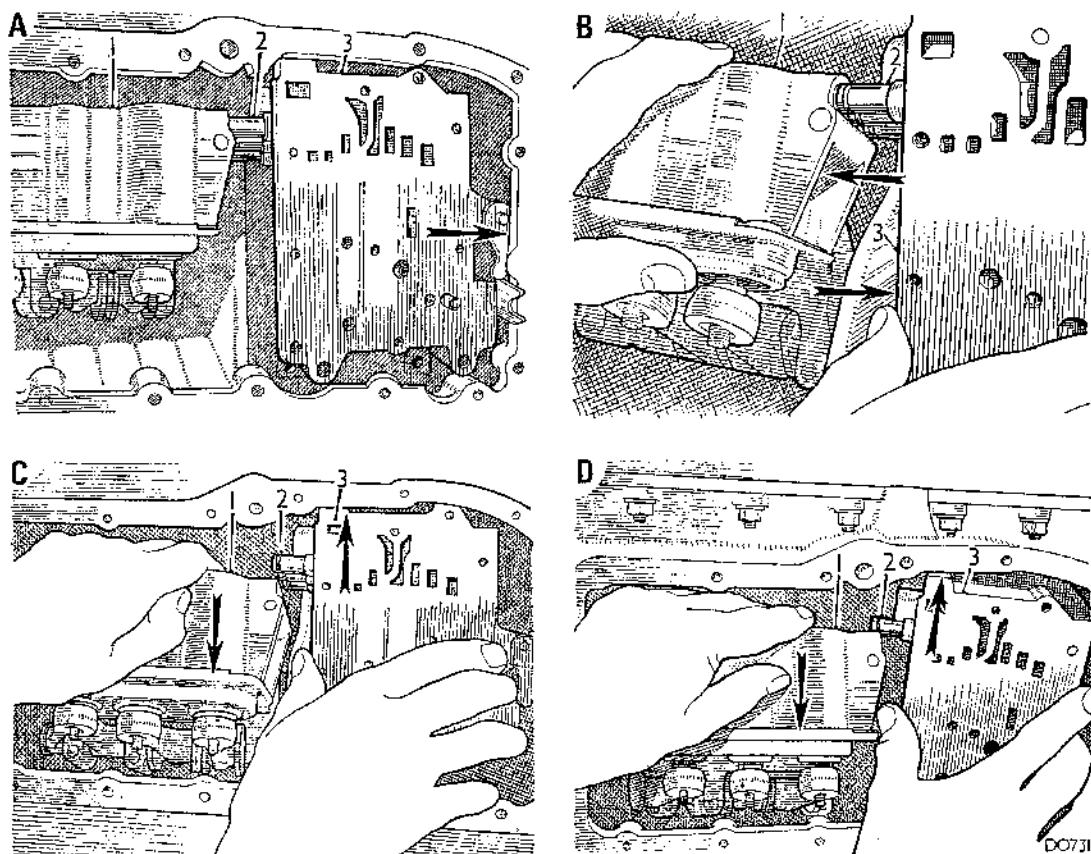

Fig. Fa.28
- (26) Quitar la tapa del convertidor, el convertidor y su alojamiento, como se detalla en la Sección Aa.4, puntos (3) al (11).
- (27) Realizar las instrucciones (10) y (11) y quitar la tapa delantera.
- (28) Quitar todos los pernos de fijación del servo.
- (29) Quitar el pasador clevis de la palanca acodada. Desarrostrar y sacar la varilla del selector.
- (30) Realizar las operaciones de (2) y (3) de la Sección Fa.5.
- (31) Quitar la tapa del mando hidráulico y la caja de válvulas.
- (32) Quitar la caja de tubos como se muestra en la secuencia operativa de la Fig. Fa.28, tras tirar de ella hacia fuera para separarla de las bobinas y para desconectar la articulación del regulador.
- (33) Referirse a la Fig. Fa.28.